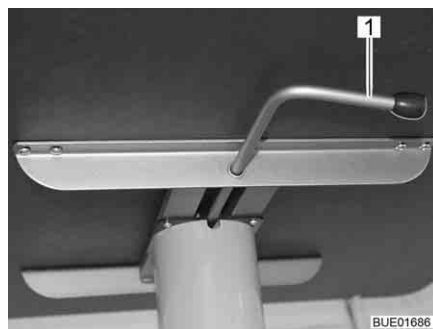
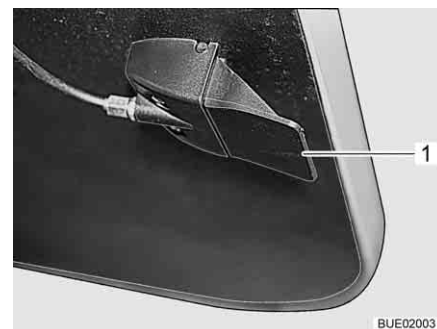

Fig. 76 Déverrouillage de la table à hauteur réglable
Fig. 77 Déverrouillage de la table à hauteur réglable (alternative)
- Pousser le levier de verrouillage (Fig. 76,1) vers la gauche ou appuyer sur celui de déverrouillage (Fig. 77,1). Le verrouillage du mécanisme de réglage de la hauteur est ouvert.
- Pousser le levier de verrouillage (Fig. 76,1) vers la droite (Fig. 76) ou lâcher celui de déverrouillage (Fig. 77,1). Le mécanisme de réglage de la hauteur est verrouillé.
- Faire basculer le levier de verrouillage (Fig. 76,1) vers la gauche. Le verrouillage du mécanisme de réglage de la hauteur est ouvert. Le plateau de table s'élève jusqu'à la butée.
- Faire basculer le levier de verrouillage vers la droite (Fig. 76). Le mécanisme de réglage de la hauteur est verrouillé.